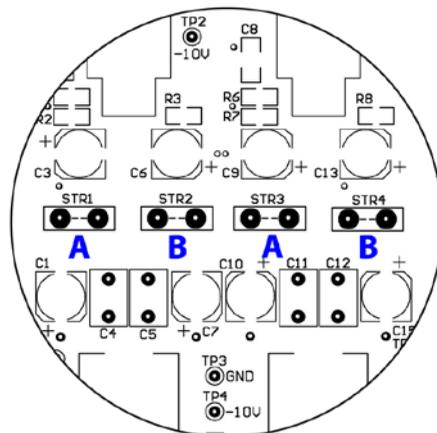

Figure 11: Circuit imprimé pour alimentation externe du 310LP
Le préamplificateur phono MOON 310LP peut être utilisé avec l'alimentation MOON 320S, vendue séparément. En vous référant à la figure 11 ci-dessous, vous observerez une rangée de quatre (4) cavaliers identifiés STR1, STR2, STR3 et STR4. Par défaut, les cavaliers sont placés à la sortie de l'usine aux emplacements STR2 et STR4 (positions B selon la figure ci-dessous). Afin d'utiliser conjointement le MOON 310LP et le MOON 320S de façon adéquate, vous devez déplacer les cavaliers aux positions STR1 et STR3 (positions A), comme démontré à la figure 11. Pour plus de détails, veuillez vous référer à votre manuel d'utilisation du MOON 320S. Le fait de ne pas, ou de mal réaliser cet ajustement, pourrait créer des dommages à votre appareil, qui ne seront pas couverts par la garantie.